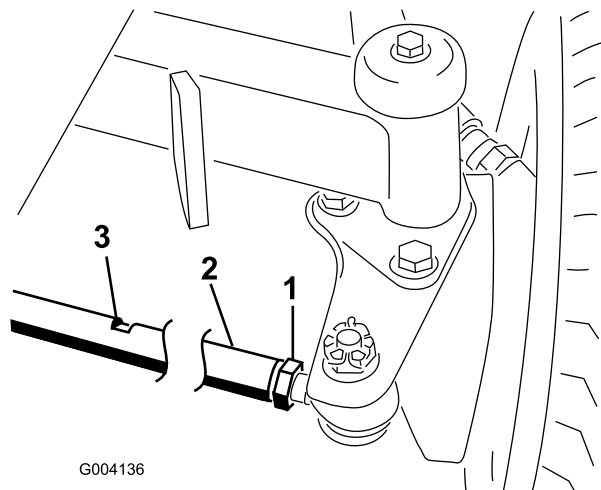

Figura 81
2. Afloje las contratuercas de ambos extremos del tirante (Figura 81).